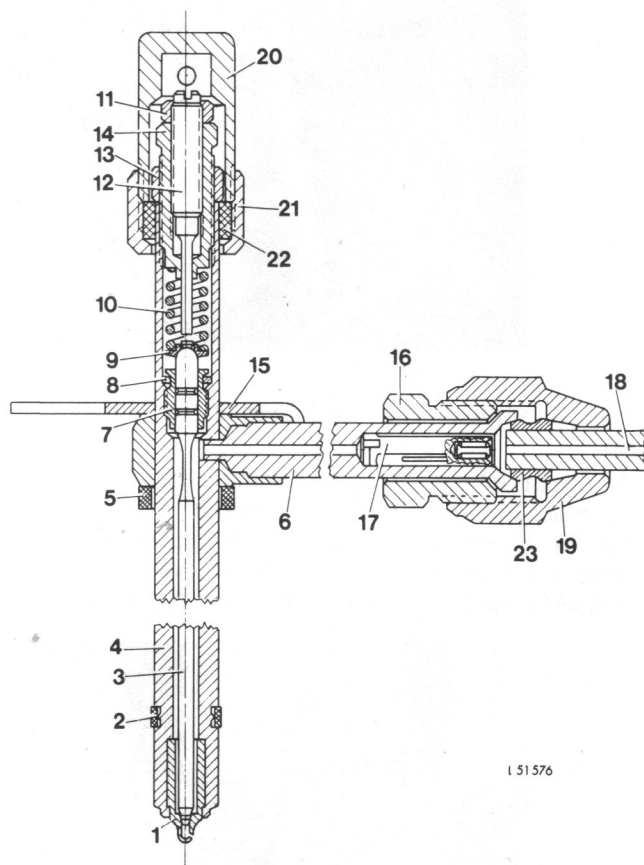
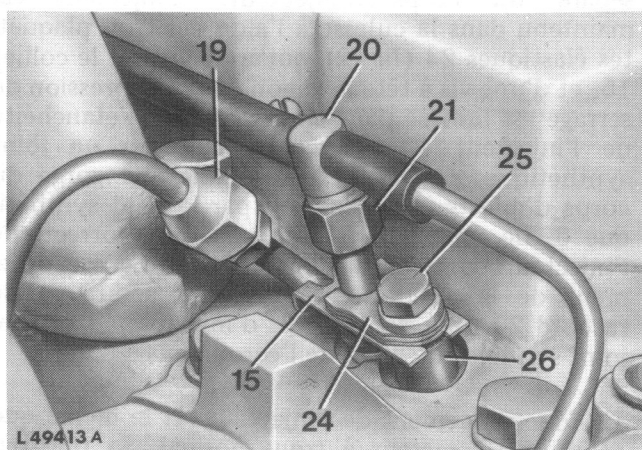
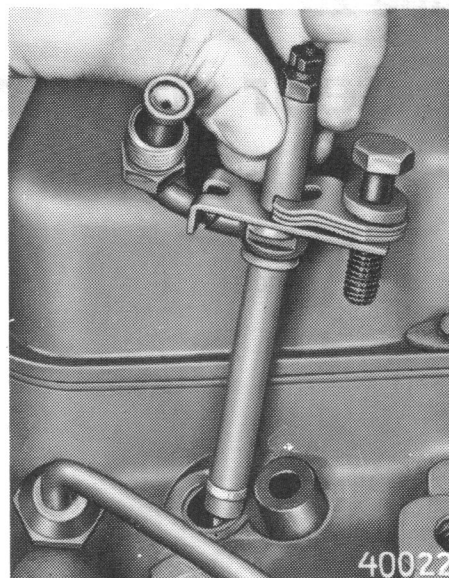
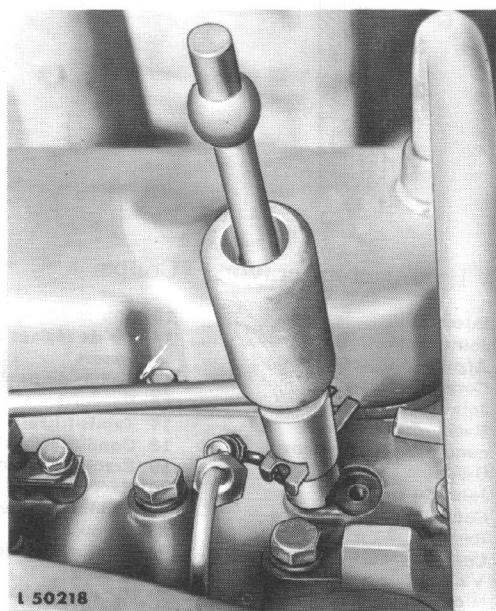

Fig. 1 — Injecteur crayon — Coupe
Fig. 2 — Injecteur monté
Fig. 3 — Injecteur retiré à la main, de la culasse
Fig. 4 — Extraction d'un injecteur à l'aide de l'outil spécial JDE 38.
Serrer la vis creuse "w" (fig. 2) de la conduite de retour sur la pompe d'injection au couple prescrit.
NOTE: Les chiffres indiqués ci-après se rapportent à la figure 1, s'il n'est pas mentionné d'autre figure.
L'injecteur 1 lui-même ne forme qu'une seule pièce (fig. 1) avec le corps d'injecteur 4 (nommé habituellement support d'injecteur); l'injecteur ne peut être séparé du corps d'injecteur. L'injecteur est maintenu dans la culasse à l'aide des trois plaquettes élastiques 24 (fig. 2), qui appuient sur le collier 15, et d'une vis à tête hexagonale 25; la pression de serrage est limitée par l'entretoise 26. L'étanchéité de l'injecteur est assurée en bas, par un joint synthétique 2 (fig. 1) placé dans une gorge du corps d'injecteur, et en haut par le joint synthétique 5. Le collier 15 assure la position correcte de l'injecteur complet dans la culasse. Le raccordement de la conduite de fuite est assuré par le raccord 20, fixé sur le corps d'injecteur à l'aide du joint synthétique 22 et de l'écrou hexagonal 21.
2. Séparer la conduite de fuite du ou des injecteurs à déposer, du raccord 20 (fig. 2). Dévisser l'érou hex. 21 du raccord de conduite 20; enlever de l'injecteur le raccord et l'érou hex. 21 avec le joint synthétique 22 (voir fig. 1).
3. Dévisser l'érou de raccord 19 (fig. 1 et 2) du raccord 16, en maintenant celui-ci à l'aide d'une clé.
4. Sortir la vis à tête hexagonale 25 (fig. 2) de la culasse. Retirer l'injecteur complet à la main (voir fig. 3). Si cela n'est pas possible, parce que l'injecteur est bloqué dans la culasse par la calamine, utiliser l'outil spécial JDE 38 (voir fig. 4).
Dévisser alors la vis de purge "m" sur la pompe d'injection (fig. 2), et après avoir purgé, resserrer au couple prescrit; desserrer alors la vis creuse "w" de la conduite de purge et de retour 7, sur la pompe, et après la purge, serrer au couple prescrit.